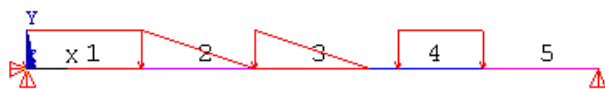

图5.34 施加节点I偏移荷载
(7) 接着选取单元 4，在【Apply PRES on Beams】对话框中设置【Load key】文本框为 1，【Pressure value at node I】文本框中输入【10】，在【Offset from I node】文本框中输入【0.5】，单击【Apply】按钮，结果如图 5.34 所示。可以看出单元 4 上的荷载在 I 节点端有部分偏移。